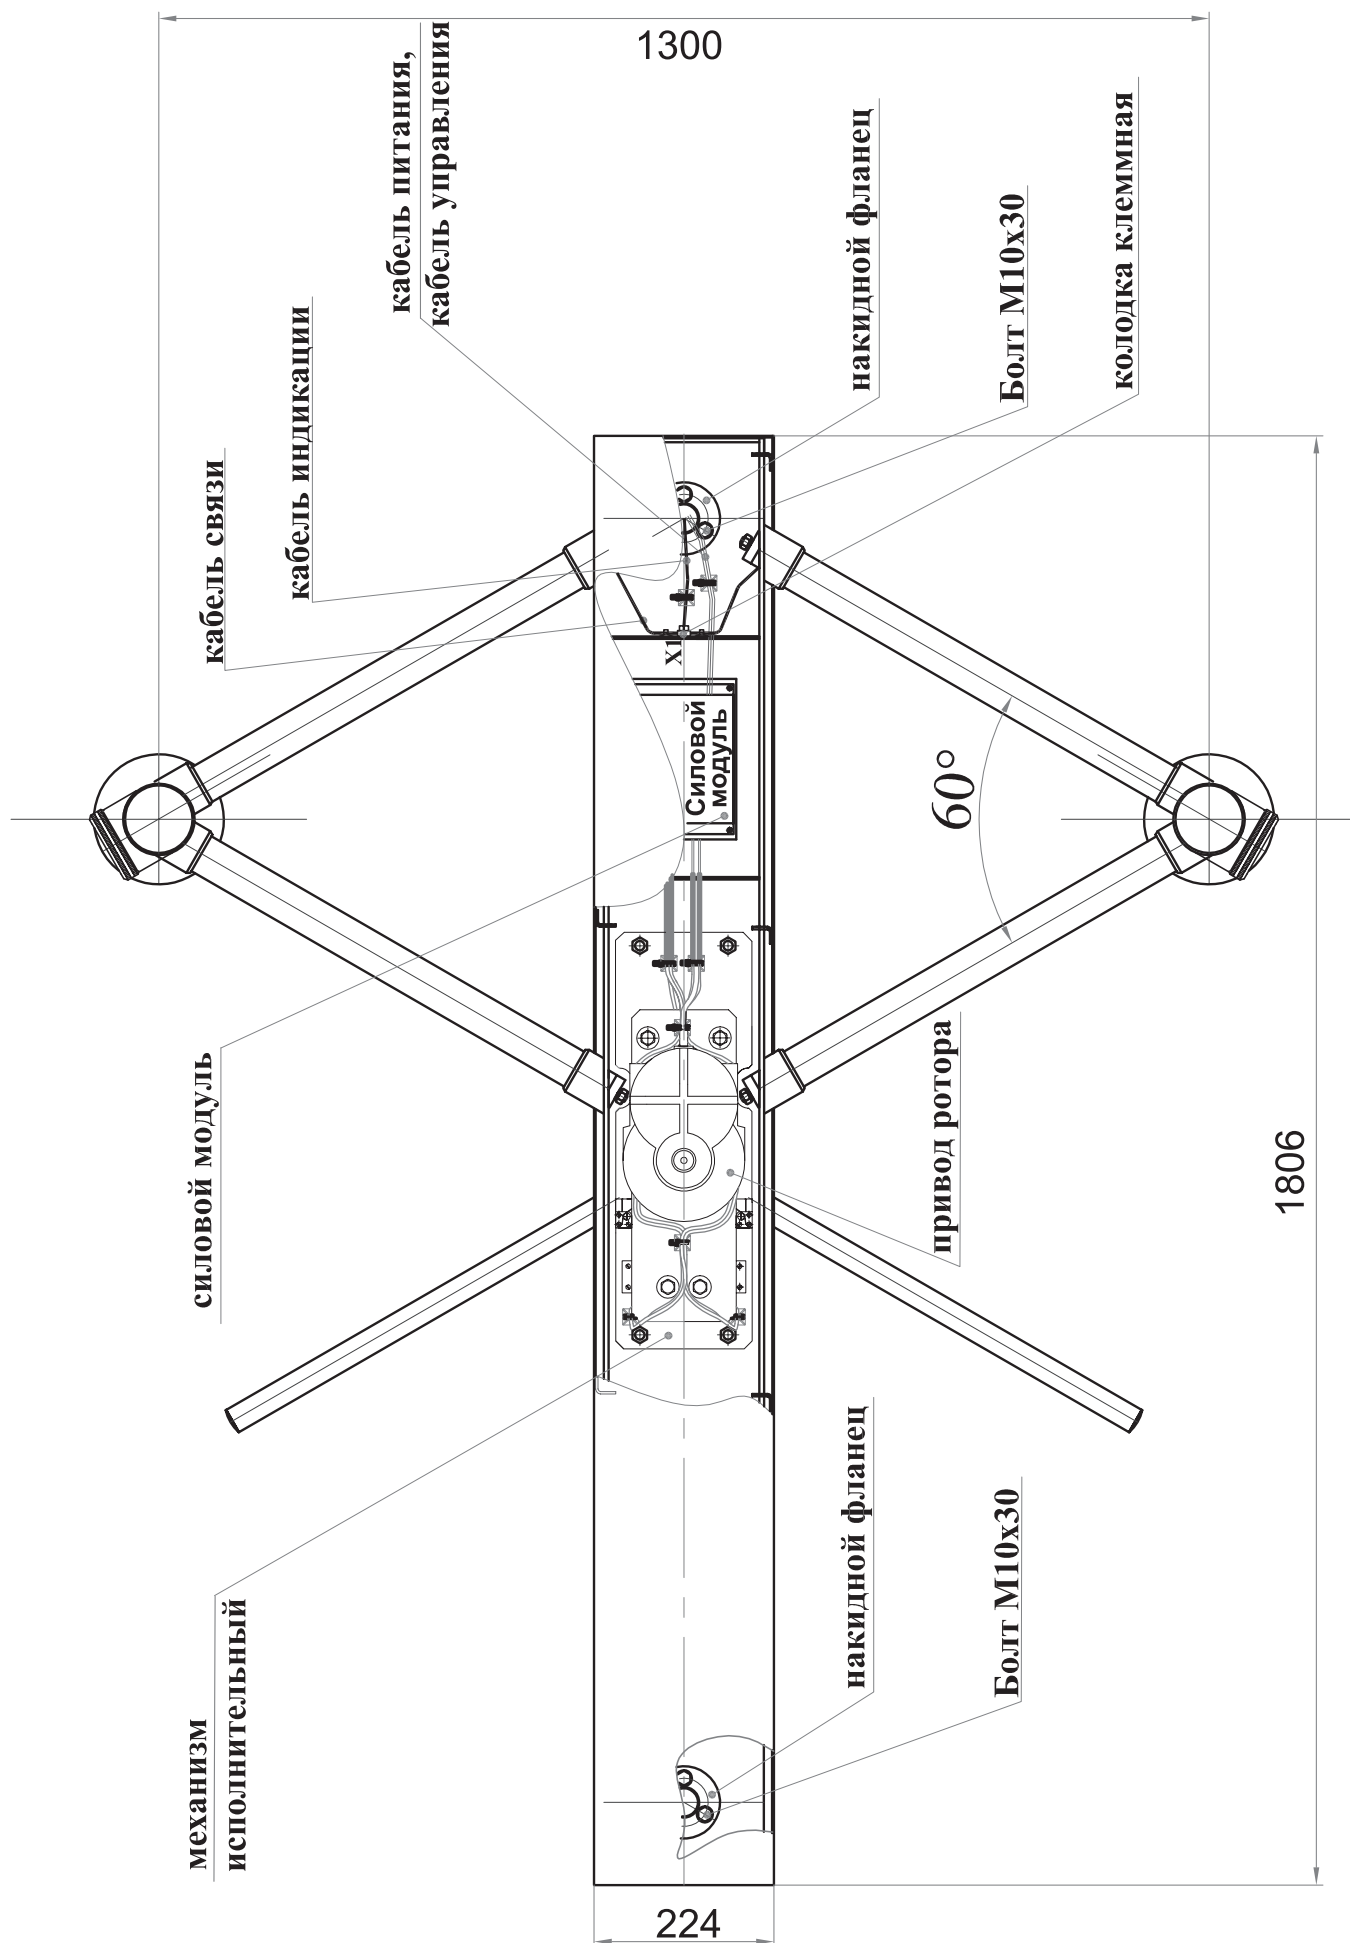
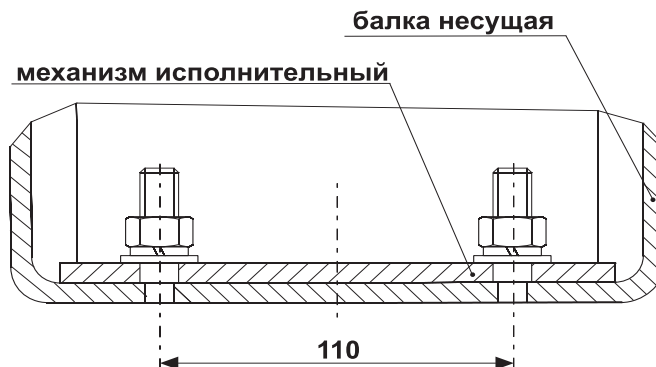

Рис. 10. Балка несущая
Рис. 11. Крепление механизма исполнительного
- подсоедините кабель питания и кабель управления к силовому модулю (см. рис. 10);
- подсоедините кабель индикации и кабели связи к клеммной колодке, находящейся на перегородке балки несущей (см. рис. 10);
- установите на боковые стойки крышки (2);
- установите в балку несущую исполнительный механизм, зафиксировав его гайками М12 (см. рис. 11);
- подсоедините кабели исполнительного механизма к силовому модулю (см. рис. 10 и рис. 4);